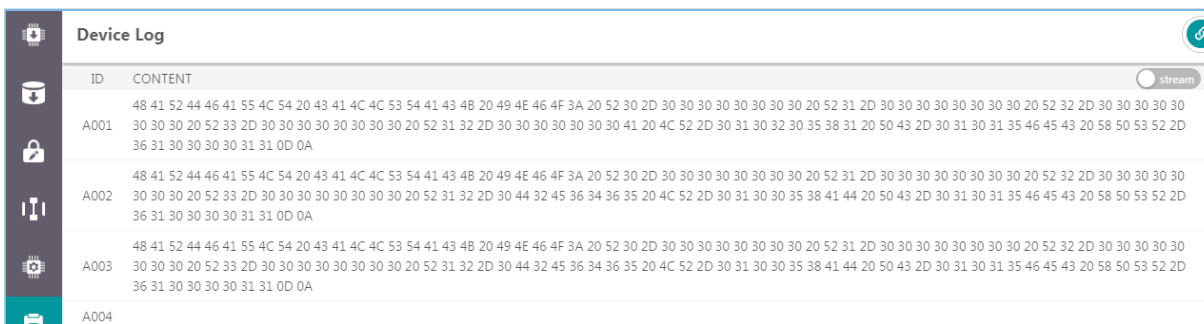

图 3-46 以字节流形式显示日志
-  **stream**：开关按钮切换至“stream”，表示以字节流形式显示日志信息，如图 3-46 所示。